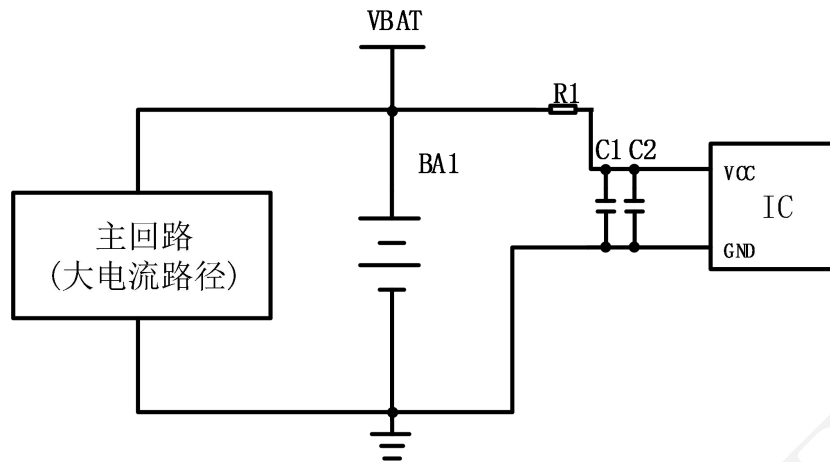

图 4 芯片供电回路
- 3) PCB 大电流回路与芯片供电回路分开，两者公共地部分尽可能小，如图 4 所示；